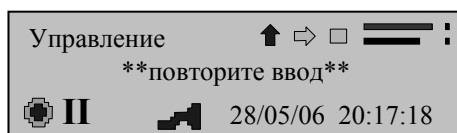

рисунок 21
- прибор предложит подтвердить новый пароль (рисунок 21);